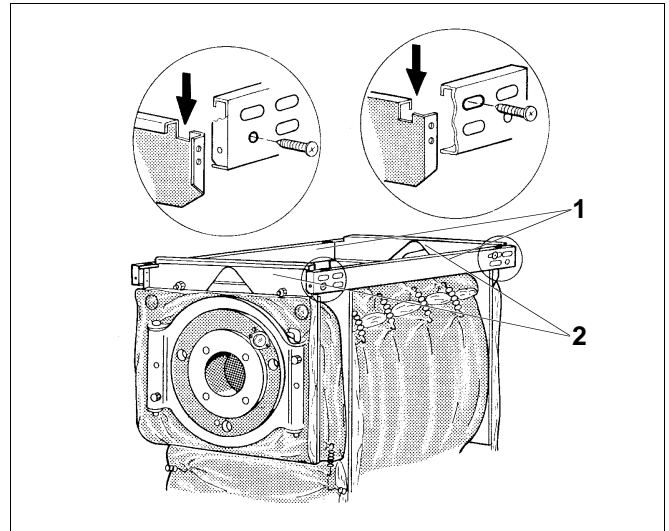

Abb. 8 Seitliche Traversen montieren
- Seitliche Traversen (Abb. 8, **Pos. 1**) mit den Haken in die Schlitzlöcher der vorderen und hinteren Traverse (Abb. 8, **Pos. 2**) einhängen und vorne in der Bohrung, hinten im Langloch jeweils mit 2 Blechschrauben anschrauben (Abb. 8).